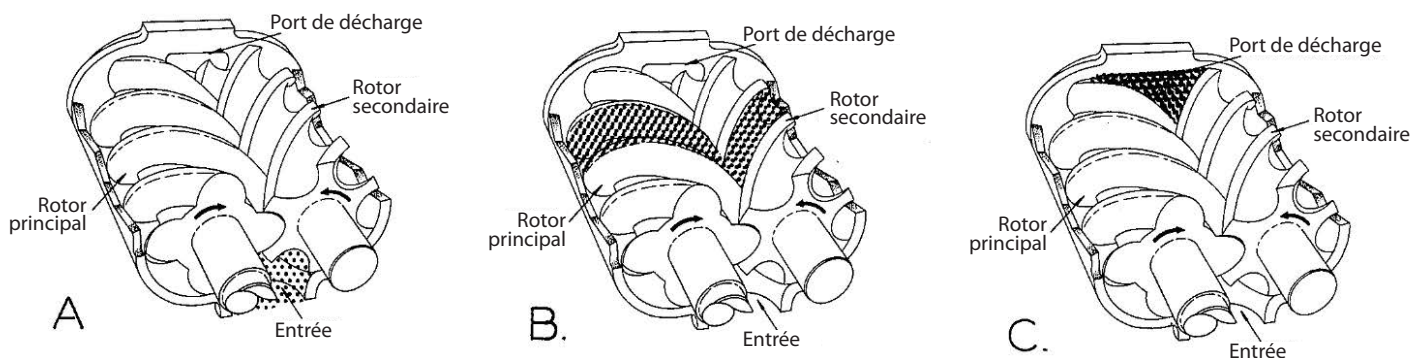

Figure 7: Cycle du compresseur
Principe de compression - (Figure 7) La compression est assurée par l'engrènement synchronisé des rotors principal et secondaire dans un cylindre monobloc. Le rotor principal a cinq (5) lobes hélicoïdaux espacés de 90°. Le rotor secondaire a six (6) rainures hélicoïdales assorties espacées de 72° pour permettre l'engrènement avec les lobes du rotor principal.
L'orifice d'entrée d'air est situé sur la partie supérieure du cylindre du compresseur, près de l'extrémité de l'arbre de transmission. L'orifice de refoulement se trouve près du bas, à l'extrémité opposée du cylindre du compresseur. La figure 7 est une vue inversée montrant les orifices d'entrée et de sortie. Le cycle de compression commence lorsque les rotors se désagrègent au niveau de l'orifice d'admission et que l'air est aspiré dans la cavité entre les lobes du rotor principal et les rainures du rotor secondaire (A). Lorsque les rotors franchissent la coupure de l'orifice d'entrée, l'air est piégé dans la cavité interlobaire et s'écoule de manière axiale avec les rotors d'engrènement (B). Au fur et à mesure que l'engrènement se poursuit, une plus grande partie du lobe du rotor principal pénètre dans la chambre du rotor secondaire, le volume normal est réduit et la pression augmente.